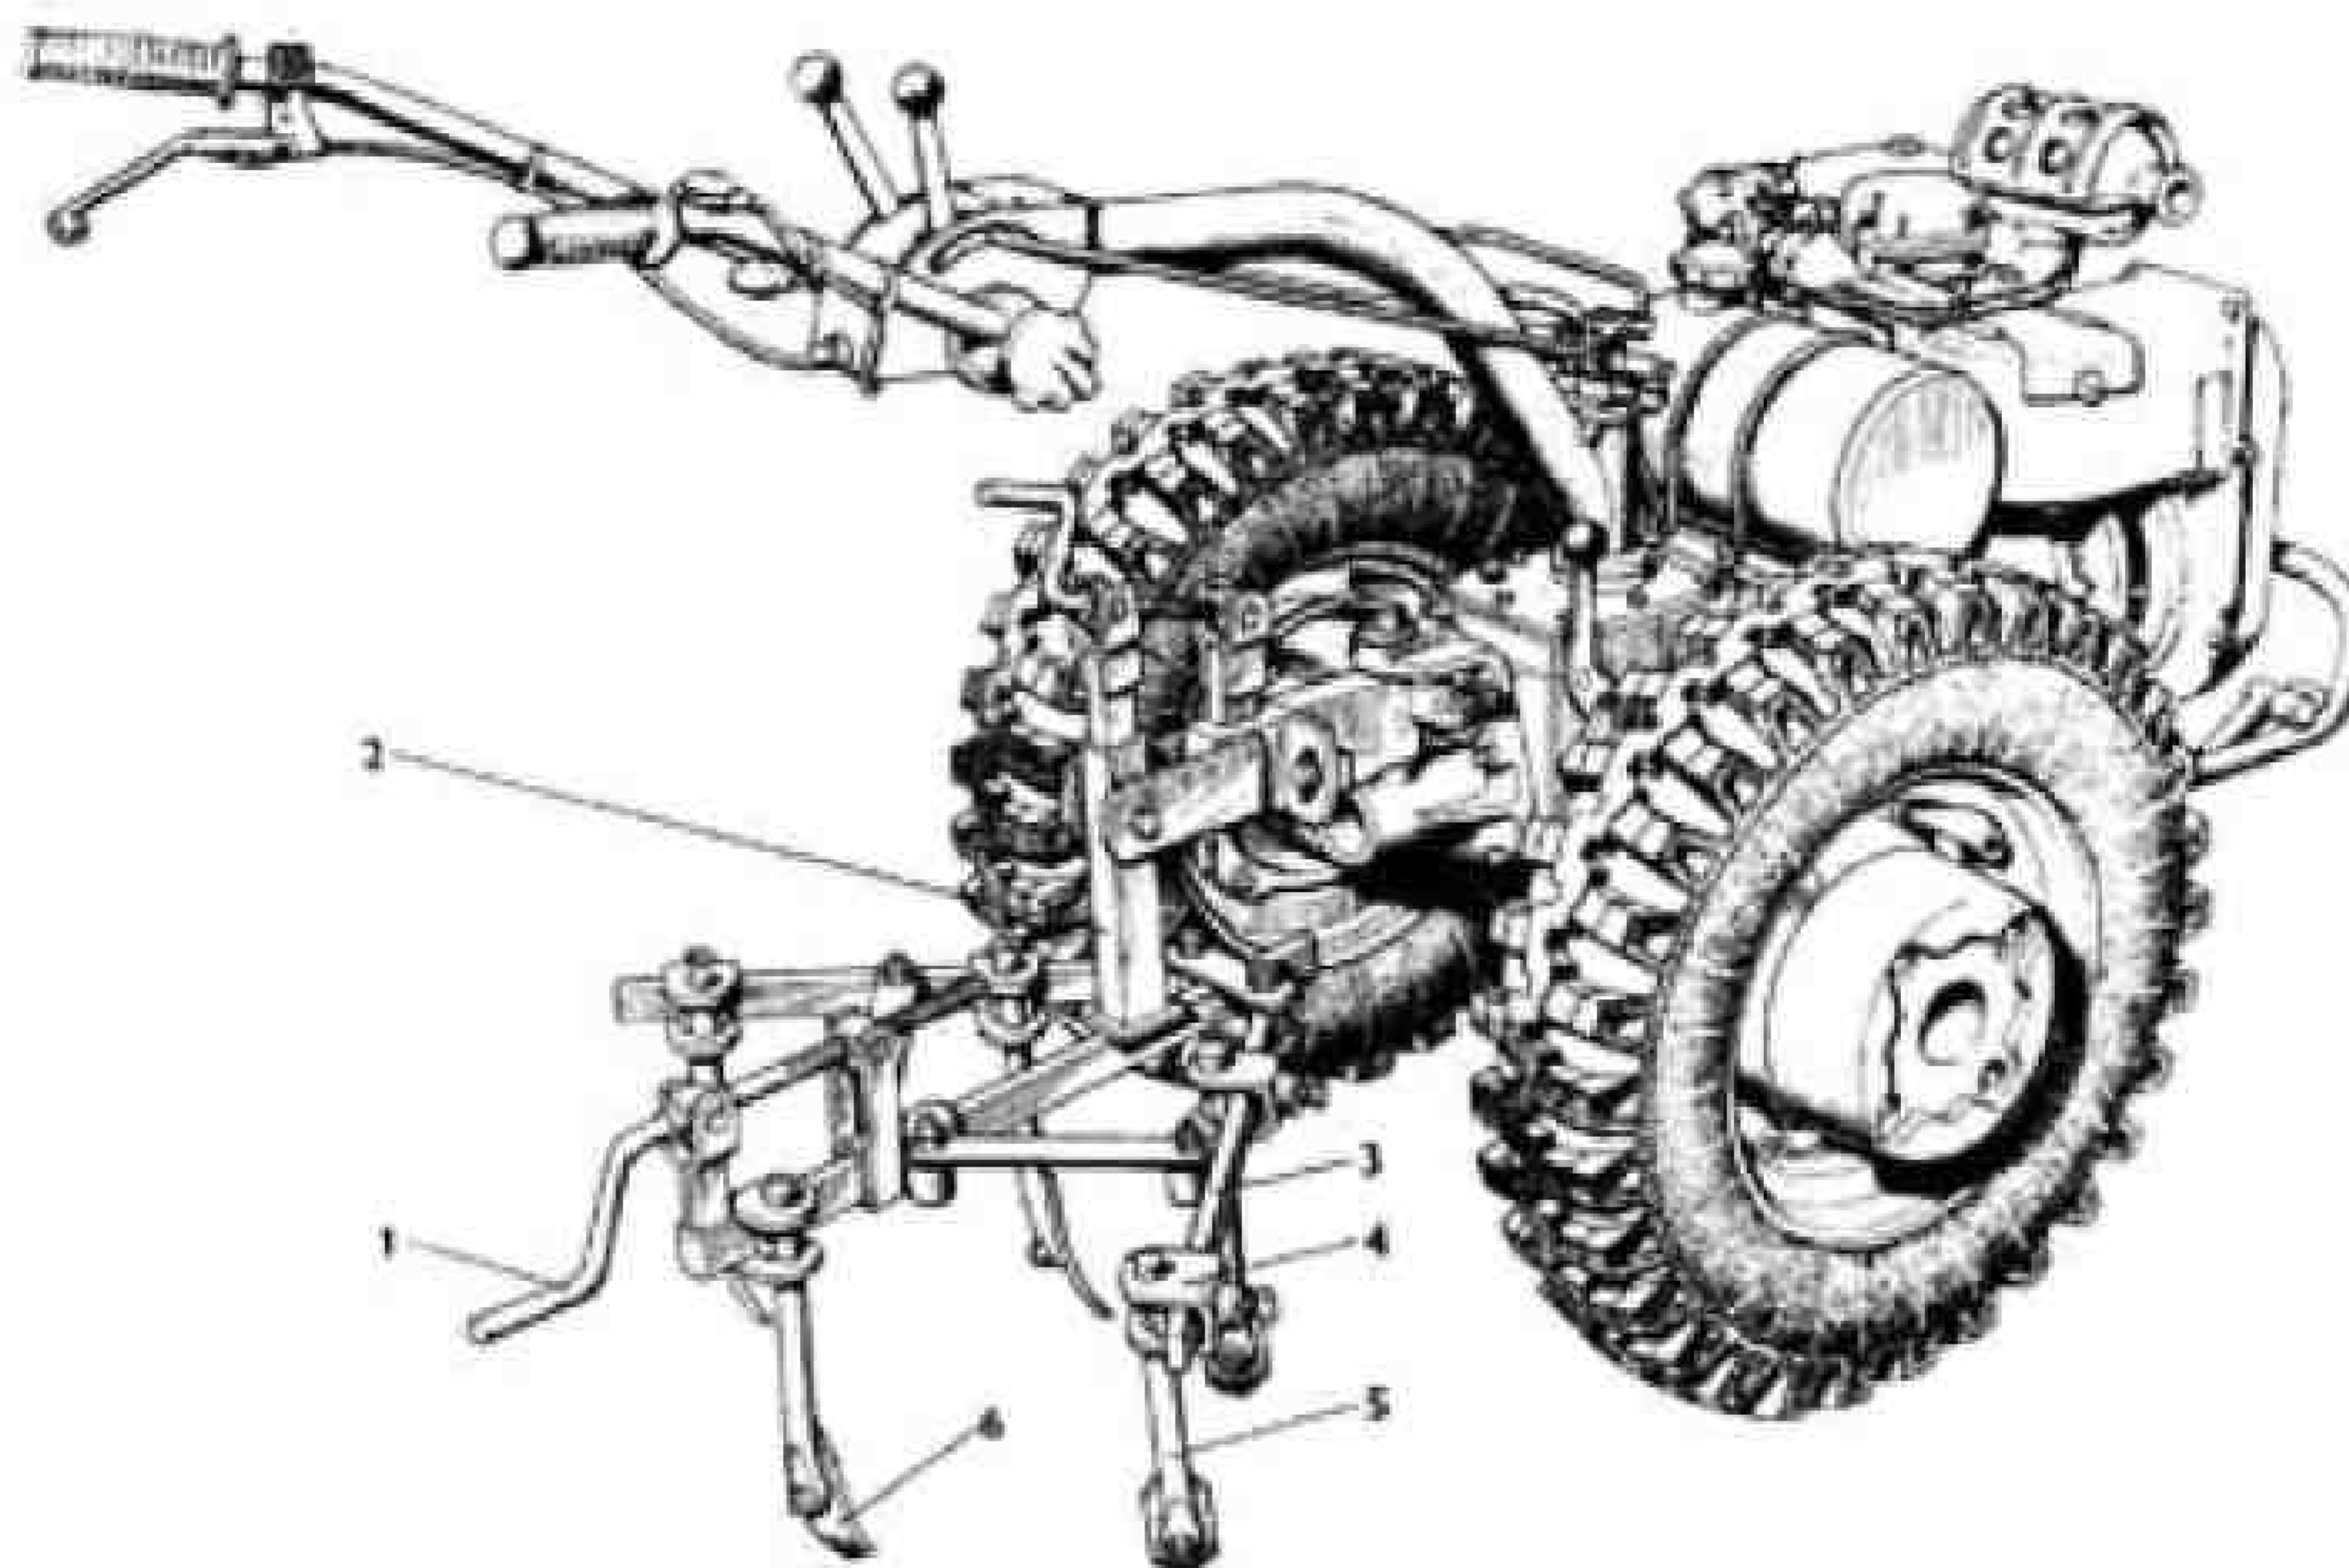

Рисунок 21 – Мотоблок в агрегате с культиватором
7.5.1 Присоедините к мотоблоку культиватор (рис.21).